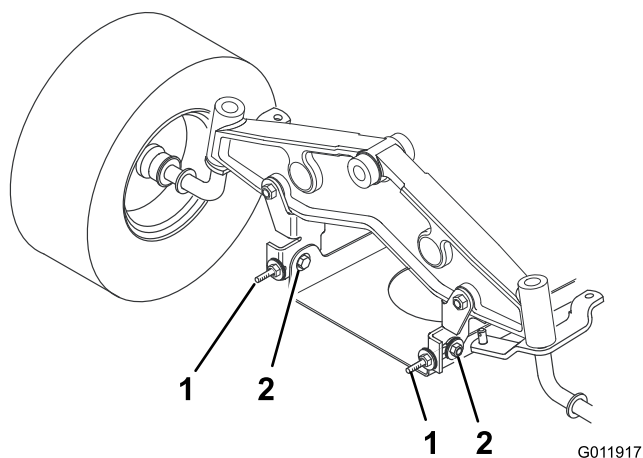

Figura 16
14. Para ajustar la inclinación longitudinal, afloje ligeramente los pernos de montaje del soporte de pivote delantero (Figura 16).
15. Gire las contratuercas sobre los pernos de anilla para cambiar el ajuste (Figura 16). Para elevar la parte delantera del cortacésped, apriete las contratuercas de los pernos de anilla; para bajar la parte delantera del cortacésped, afloje las contratuercas de los pernos de anilla.
17. Cuando la inclinación longitudinal sea correcta, apriete los pernos de montaje del soporte de pivote (Figura 16).